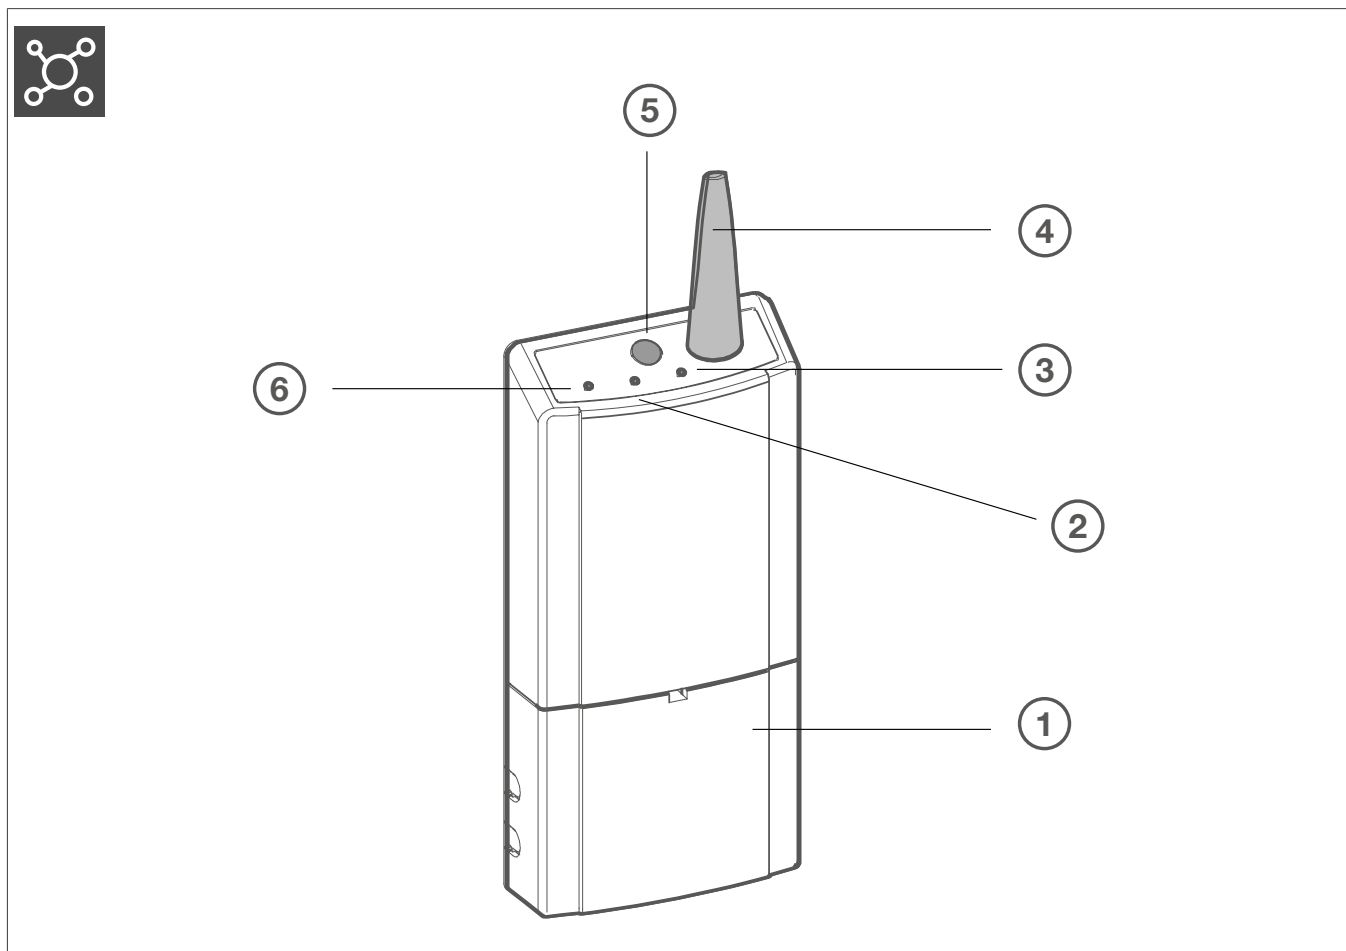

Figura 2: Desenho e esquema de ligações do aparelho
- Não coloque os recetores na sombra de rádio dos elementos metálicos do edifício, se possível. Não instale transmissores/recetores atrás de superfícies metálicas ou em caixas metálicas. As áreas atrás de elementos metálicos do edifício, como pedestais, vigas de teto ou portas corta-fogo, constituem sombras de rádio (ver figura 2). Os recetores instalados nessas sombras não podem receber sinais diretamente e têm de depender das ondas de rádio refletidas.